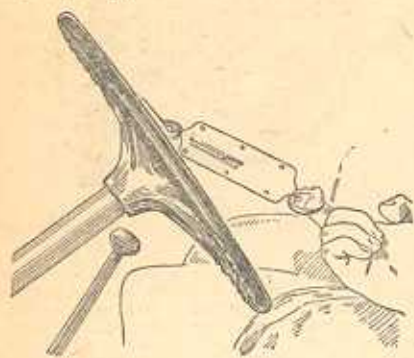

Рис. 37. Проверка сопротивления вращению рулевого колеса (при помощи динамометра)
1. Выверни четыре болта, крепящих нижнюю крышку картера рулевого механизма. Сними крышку, что откроет доступ к прокладкам (рис. 37). Эти прокладки имеют толщину 0,25 мм, 0,12 мм и 0,08 мм.
3. Отъедини задний конец продольной рулевой штанги от рулевой сошки. Проверь регулировку по вращению колеса: оно должно вращаться легко. Если имеется возможность проверить при помощи динамометра сопротивление при вращении рулевого колеса, то сделай это следующим способом. Зацепи крючок динамометра за внешнюю часть спицы рулевого колеса (рис. 37). Если динамометр показывает сопротивление вращению 0,5—0,9 кг, то регулировка выполнена правильно. Если усилие меньше 0,5 кг, удали одну прокладку; если усилие больше 0,9 кг, поставь обратную прокладку.